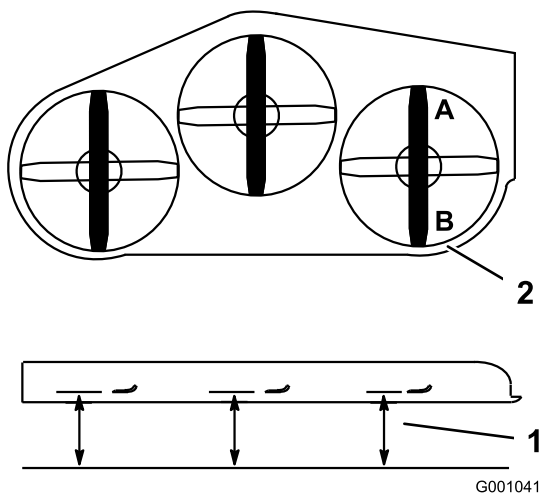

Figura 112
1. Posicione a lâmina **direita** da parte dianteira para a traseira (**Figura 112**).
2. Meça a lâmina direita no local **A**, de uma superfície nivelada à extremidade de corte da ponta da lâmina (Figura 112).
4. Meça a lâmina direita no local **B**, de uma superfície plana à extremidade de corte da ponta da lâmina (Figura 112).
6. A lâmina do cortador deve estar 6 a 10 mm mais baixa na posição **A** do que na posição **B** (Figura 112). Caso isto não esteja correto, avance para os passos abaixo.